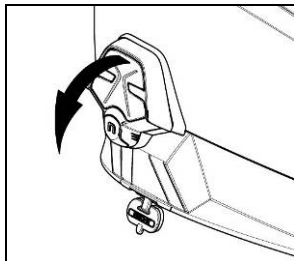

Fig. 10
- Remover a luz ESS da calota (Fig. 10).